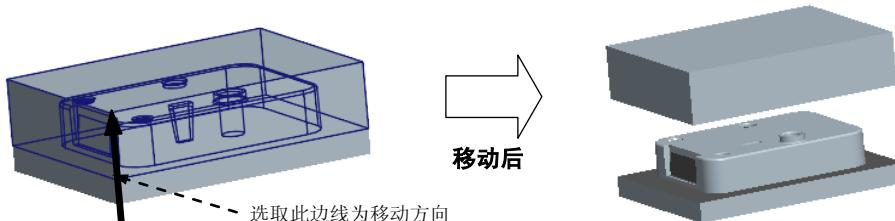

图 20.34 移动上模
(1) 选择 **模具** 功能选项卡 **分析** ▾ 区域中的 命令, 系统弹出“模具开模”菜单管理器。
(2) 在系统弹出的 **MOLD OPEN (模具开模)** 菜单中选择 **Define Step (定义步骤)** 命令, 在系统弹出的 **DEFINE STEP (定义步骤)** 菜单中选择 **Define Move (定义移动)** 命令。
(3) 选取要移动的模具元件。在系统 **为迁移号码1 选择构件** 的提示下, 选取上模, 在“选择”对话框中单击 **确定** 按钮。
(4) 在系统 **通过选择边、轴或面选择分解方向** 的提示下, 选取图 20.34 所示的边线为移动方向, 然后在系统 **输入沿指定方向的位移** 的提示下, 输入要移动的距离值 80, 并按 Enter 键。
(5) 在 **DEFINE STEP (定义步骤)** 菜单中单击 **Done (完成)** 按钮。移出后的状态如图 20.34 所示。